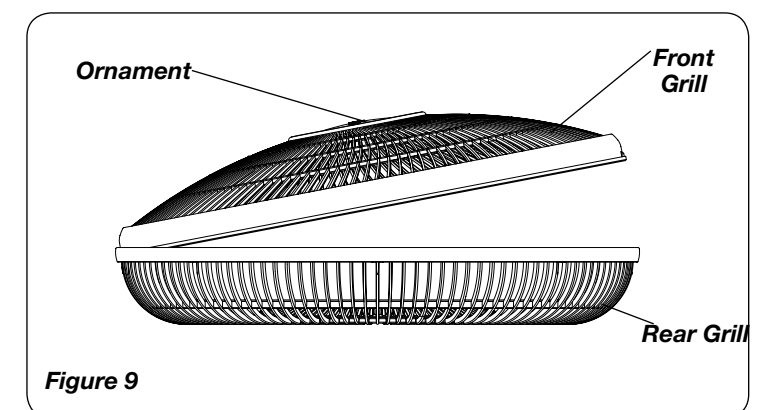

Figure 9
5. With fan head in upright position, align *Ornament* of *Front Grill* so it is horizontal and right side up. By starting with the top of the grill and working down, snap *Grill* in place. NO GRILL CLIPS ARE NEEDED FOR ASSEMBLY. (Figure 9)
- GRILLE AVANT de manière à ce qu'il soit à l'horizontale. Insérer le bas de la GRILLE AVANT dans la GRILLE ARRIÈRE. Encliqueter l'AVANT dans l'ARRIÈRE en commençant par le haut et en descendant des deux côtés. AUCUN CLIP DE GRILLE N'EST NÉCESSAIRE POUR L'ASSEMBLAGE. (Figure 9)